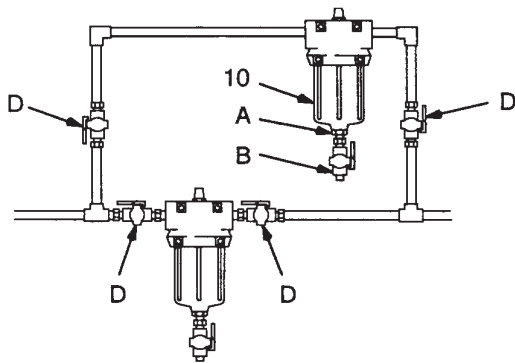

Fig. 1
Installare i due filtri come indicato nella Fig. 1. I due filtri devono essere completi di raccordo (A) e valvola di scarico (B) sulla coppa del filtro (10) in modo da poter alleggerire la pressione del fluido e scaricare il filtro prima di togliere la coppa. Installare quattro idonee valvole d'intercettazione (D), una sull'ingresso e sull'uscita di ogni filtro, in modo da poter inviare il flusso all'altro filtro ed isolare quello non in uso.